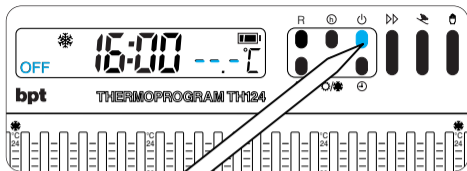

Fig. 42
**13.4** - Premere il pulsante  (fig. 42).